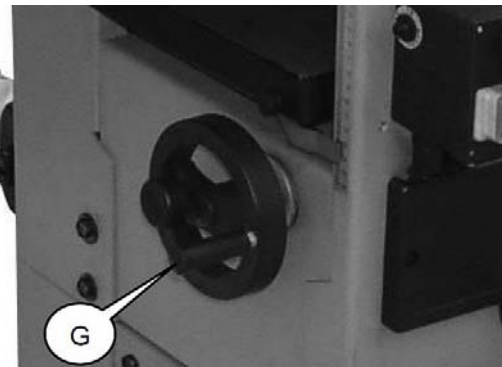

Fig. 17 : Table d'épaissement du volant
Étape 1 : Tournez le volant (G, Fig.17) pour amener la table d'épaissement dans la position la plus basse.